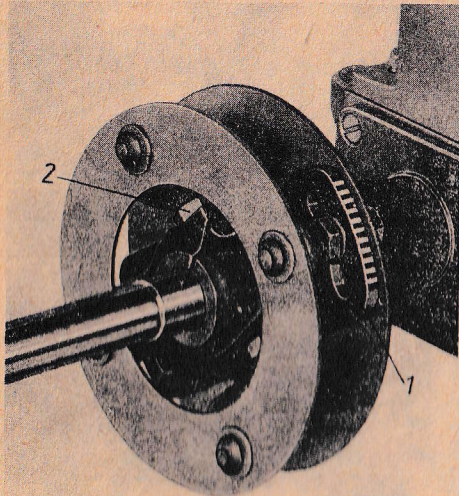

Abb. 35
Nach dem Lösen der Sechskantschrauben (1) der EP-Kupplung (Abb. 35) ist durch Verdrehen der Kupplungshälften eine Feineinstellung möglich.